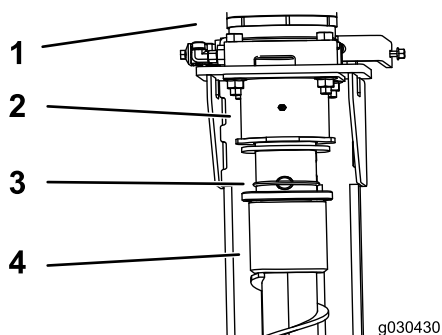

Рисунок 1
4. Удерживая стойки, снимите уплотнительные кольца и штифты, крепящие стойки к двигателям (Рисунок 1).
5. Удерживая стойки, снимите штифты и E-образные зажимы, крепящие стойки к двигателям (Рисунок 1).